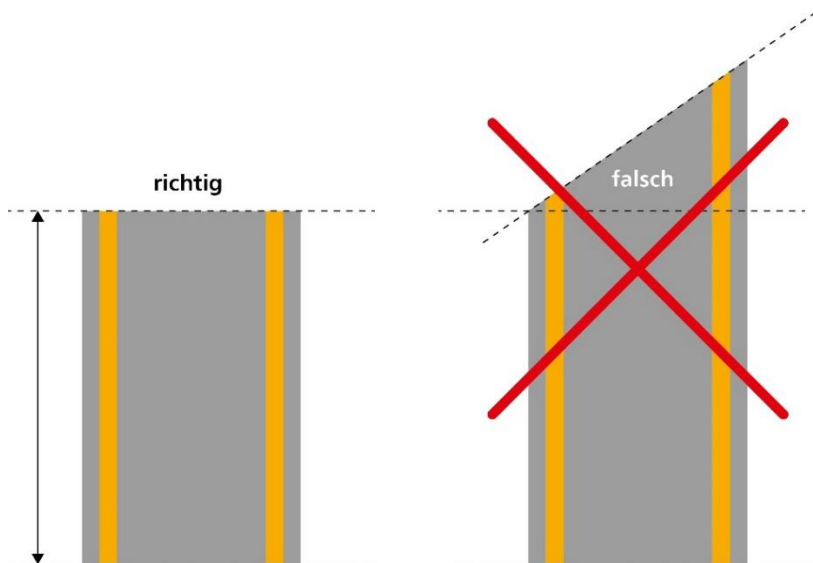

Abbildung 7: Korrekter Folienbeschnitt
- Eine möglicher Weise nötige Kürzung muss in gerader Linie, senkrecht zu den Kupferbändern erfolgen (Siehe Abbildung 7)